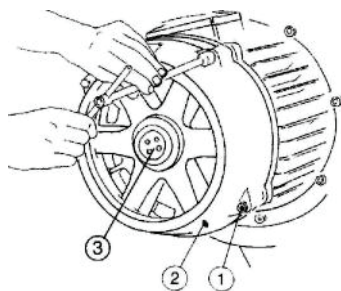

Рис.16
**Демонтаж и монтаж:** Сперва убедитесь, что нет подвешенного груза, расслабьте винты 1 (рис.16), удалите корпус тормоза 2 (рис.16) и удалите регулировочную гайку тормоза 3 (рис.16) специальным ключом (рис.17). Удалите тормозной вентилятор 4 (рис.18) с помощью устройства для вытягивания. Монтируйте новый вентилятор, выталкивая его вперед эластичным молотком, монтируйте корпус тормоза 2 (рис.16) и винты 1 (рис.16), а затем регулируйте, как показано в разделе 4.10.1. „Настройка тормоза конусного двигателя“, стр. 37